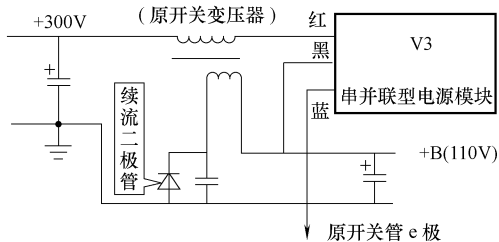

图 3-14 串联型开关电源代换
2) 将原机已损坏的电源开关管或厚膜块拆下后，按图 3-14 所示进行连接。将代换模块固定到原机开关管的散热片上。将上图中红线接原开关管 c 极（或场效应管 D 极），即开关变压器的一次绕组，黑线接原开关管的 e 极即开关电源的二次侧。蓝线接原机光耦合器的集电极。